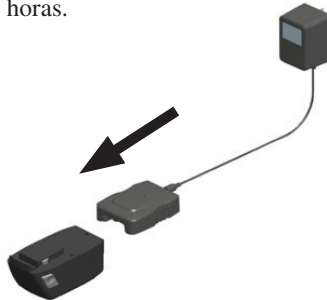

Figura 3 - Deslizando el cargador sobre la batería
3. Deslice el cargador en el paquete de baterías como se muestra en la figura 3. Deje que el paquete de baterías se cargue hasta que el LED rojo se apague. Luego de la carga inicial, bajo uso normal, su paquete de baterías debería estar completamente cargado de 3 a 9 horas.